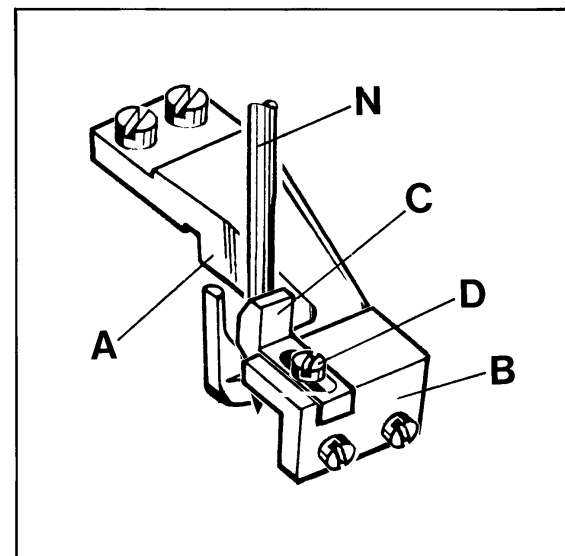

Fig. 16
Assemble the throat plate support (A, Fig. 16) and the bracket (B) for the front needle guard so that they do not interfere with the feed dog or any other machine parts.
The front needle guard (C, Fig. 16) is set close to the needle (N) just contacting the needle without deflecting it.
Montieren Sie die Stichplattenstütze (A, Fig. 16) und den Winkel für den vorderen Nadelanschlag so, daß sie weder den Transporteur noch andere Maschinenteile berühren.
Der vordere Nadelanschlag (C, Fig. 16) wird so dicht an die Nadel (N) gestellt, daß er diese gerade berührt, ohne sie abzulenken.